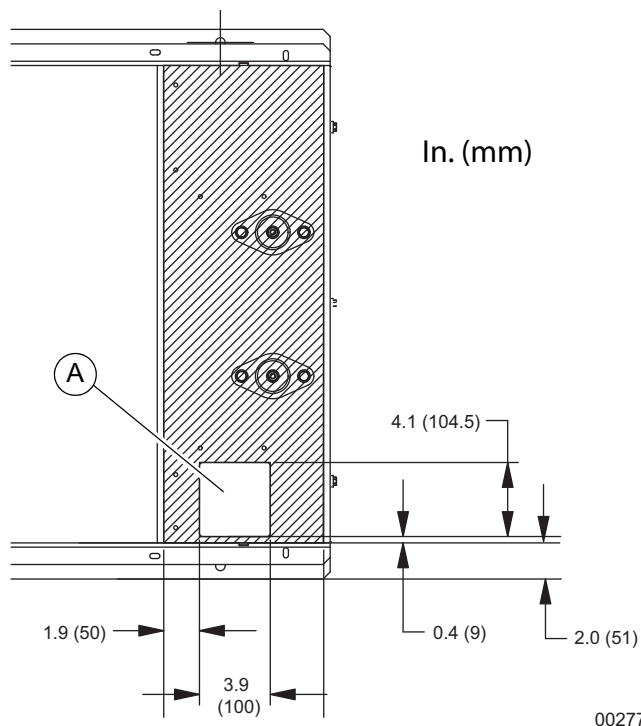

Figure 3-4. Подробное изображение разводки проводов на монтажном чертеже (типичное)
Для кабелепровода нагрузки, кабелепровода вспомогательного питания (высокого напряжения) и кабелепровода проводки управления (низкого напряжения) см. расположение и размеры области разводки проводов на монтажных чертежах устройства. На **Рис. 3-4** показано типичное отверстие разводки проводов (A).